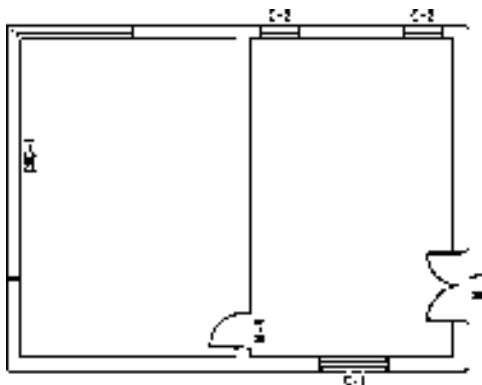

图 5-21 创建带形窗
4) 按〈Enter〉键即可创建带形窗, 如图 5-21 所示。